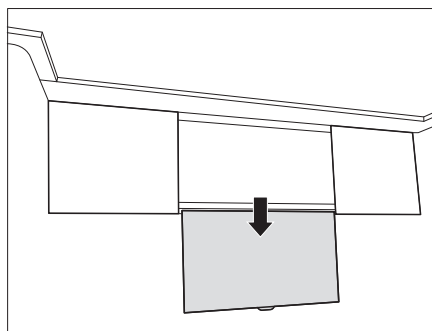

Fig. 137 Pantalla plana en posición inferior
- Tirar de la pantalla plana hacia abajo mediante el tirador (Fig. 137).